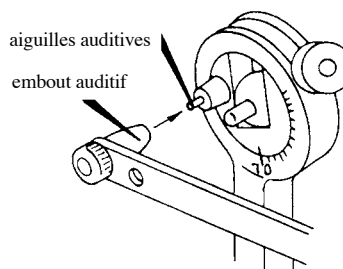

Figure 12A
11. Les embouts auditifs représentant le conduit auditif externe présentent de petits orifices à leur extrémité. Ces embouts auditifs vont permettre de suspendre directement l'arc sur les aiguilles auditives des Articulateurs HANAU™, modèle 96H2 et les séries HANAU-MATE® (voir figure 12A).